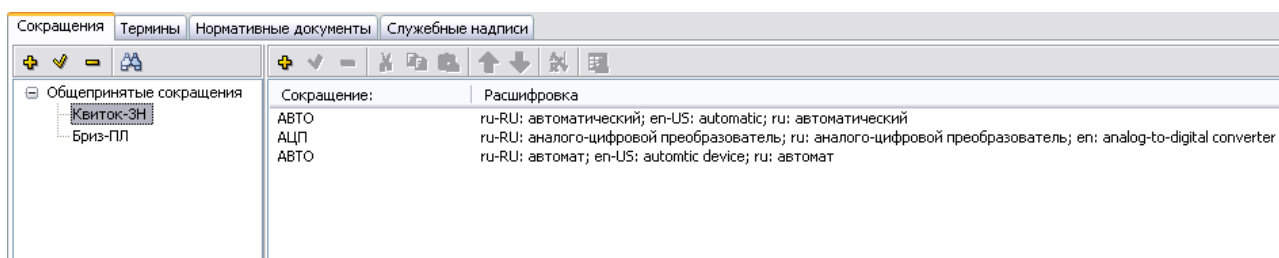

Рис. 7.9
4. Нажмите на кнопку «Да». В правом окне редактора появится введенное сокращение (Рис. 7.9).